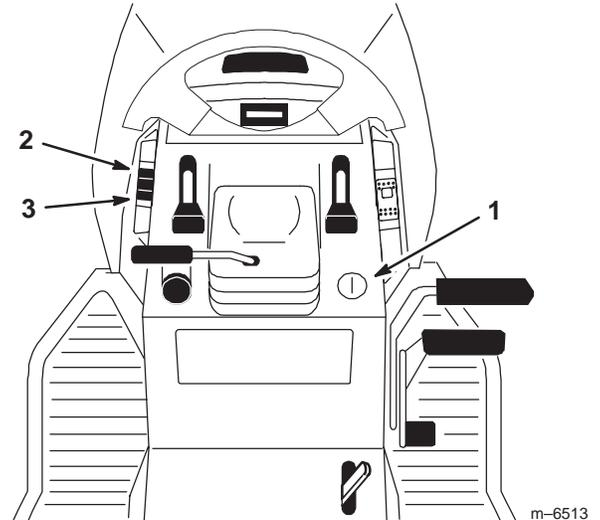

Bild 20
Mit dem Hub (Bild 20) für Anbaugeräte heben und senken Sie diverse Geräte.
1. Drehen Sie den Zündschlüssel auf **Ein** oder **Lauf** (Bild 20).
2. Schieben Sie den Hubschalter auf **Auf**, um den Anbaugerätehub anzuheben (Bild 20). In dieser Stellung wird das Gerät in die (der) obere(n) oder gehobene(n) Stellung gehoben oder gehalten.
2. Schieben Sie den Hubschalter nach unten, um den Anbaugerätehub abzusenken (Bild 20). Das senkt den Gerätehub ab.